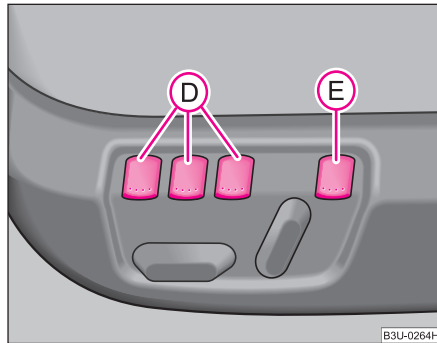

Fig. 56 Scaunul conducătorului: Tastele de memorie și comutatorul ON/OFF
Memory pentru scaun oferă posibilitatea memorării individuale a poziției scaunului și a oglinzilor exterioare. Fiecăreia din cele trei taste de memorie **D** ⇒ fig. 56 i se poate aloca un reglaj al scaunului. Apăsând pe tasta de memorie corespunzătoare **D**, scaunul și oglinzile laterale vor adopta automat poziția memorată pe această tastă.
- **Memory-apăsare scurtă:** Apăsăți scurt tasta de memorie dorită **D** ⇒ pagina 75, fig. 56 când ușa conducătorului este deschisă. Scaunul și oglinzile laterale vor adopta automat pozițiile memorate. ▶
În caz de urgență, puteți întrerupe procesul de apelare apăsând comutatorul **(E)** ⇒ pagina 75, fig. 56, apăsând scurt una din tastele de memorie sau unul din comutatoarele pentru reglarea scaunului. ■